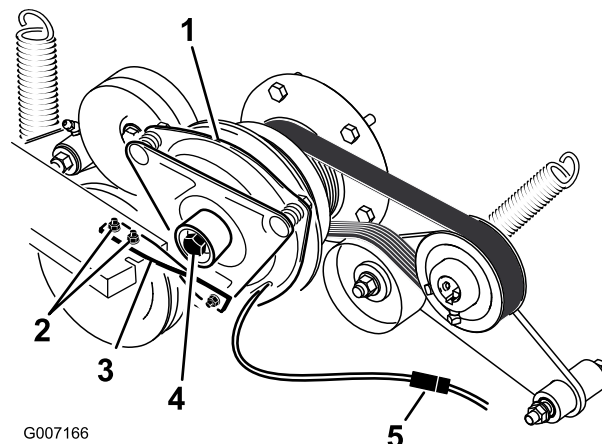

Figura 62
5. Scollegate la connessione elettrica della frizione (Figura 62).
6. Rimuovete i due bulloni che fissano la cinghia di gomma della frizione al telaio del tosaerba (Figura 62).
7. Rimuovete il bullone centrale che fissa la frizione all'albero motore e rimuovete la frizione e la chiave (Figura 62).
14. Tenendo l'albero a gomiti sulla parte posteriore della macchina, installate il bullone centrale e serratelo a 68 N·m (Figura 62).
15. Fissate la cinghia di gomma della frizione al telaio del tosaerba con i 2 bulloni e dadi precedentemente rimossi (Figura 62).
17. Collegare la connessione elettrica della frizione (Figura 62).